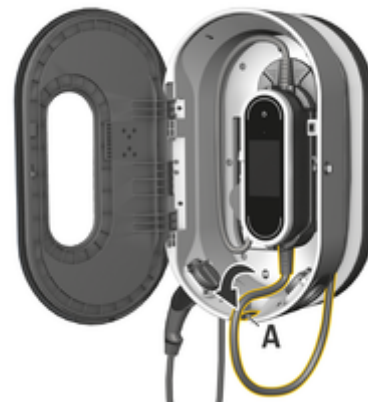

図. 228: コントロールユニットの取り付け
3. 車両ケーブルを開口部 A (図. 228) に通し、余分なケーブルをポルシェ充電ドックの周囲に巻いてください。